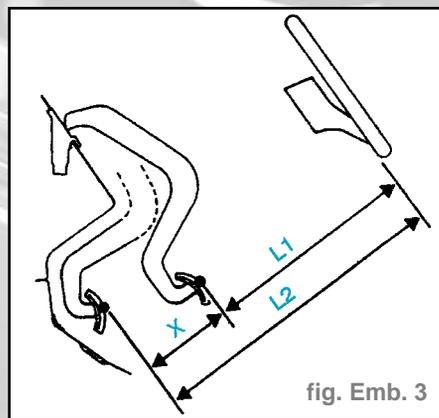

fig. Emb. 3
- Mesurer à l'aide d'un mètre les cotes **L1** et **L2** entre le milieu de la pédale et un même point du volant (fig. Emb. 3) :